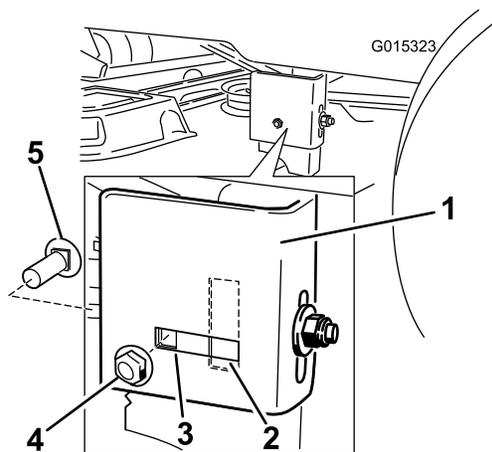

Figura 50
8. Compruebe si el perno de cuello cuadrado lateral está en la posición fija o ranurada (Figura 50).
9. Si el perno de cuello cuadrado lateral está en la posición fija, retire el perno de cuello cuadrado lateral y la tuerca de bloqueo lateral de la posición fija, e instálelos en la posición de ajuste ranurada (Figura 50).
10. Afloje la tuerca de bloqueo trasera de la pletina de suspensión (Figura 50).